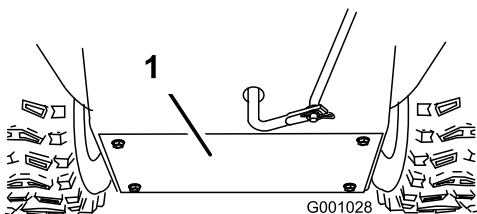

Figure 35
- Retirez le couvercle arrière (Figure 35).